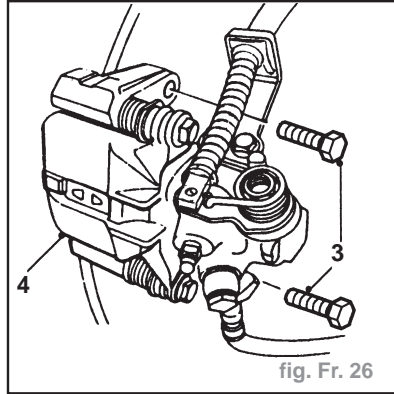

fig. Fr. 26
- Enlever 2 boulons (3) maintenant l'étrier sur la fusée (fig. Fr. 26).